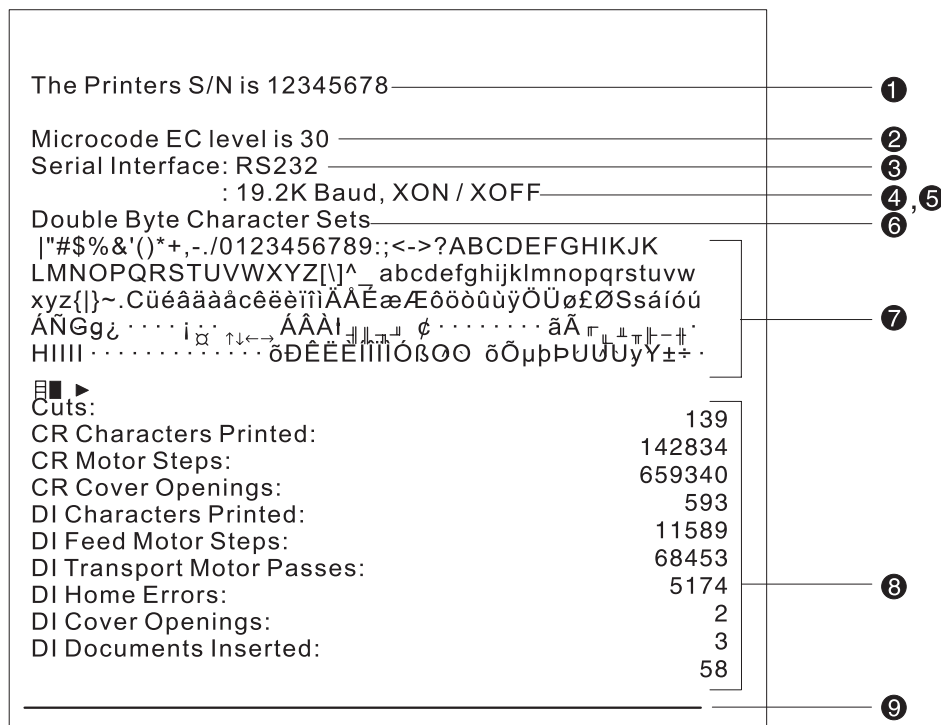

图 26. 顾客收据站的脱机打印机测试模式 (型号 T15 和 TG5)
3. 请参阅第 55 页的图 26 并根据方式和配置验证打印机打印了正确的信息:
如果您打印的测试方式缺少在第 55 页的图 26 中显示的任何字符, 或者缺少实线, 请转至第 56 页的『问题确定』。
4. 请参阅第 55 页的图 26 并根据方式和配置验证打印机打印了正确的信息:
如果您打印的测试方式缺少在 第 55 页的图 26 中显示的任何字符, 或者缺少实线, 请转至第 56 页的『问题确定』。